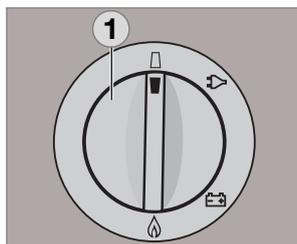

Fig. 41
- Pour les modèles avec allumeur sur pile, positionnez le commutateur de sélection de la source d'énergie (1) sur " Arrêt ". L'appareil est déconnecté (Fig. 41).